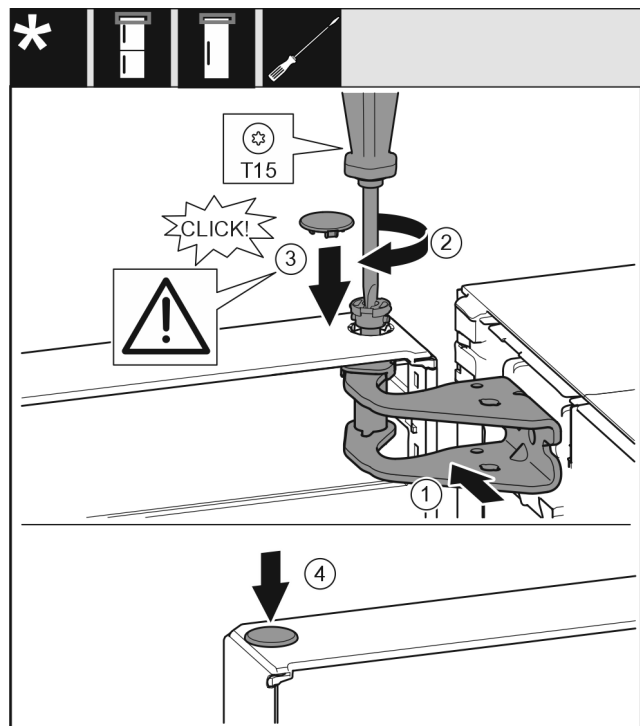

Fig. 16
- ▶ 将门的上方对准托架中的开口。 Fig. 16 (1)
- ▶ 放入螺栓并用 T15 螺丝刀拧紧。 Fig. 16 (2)
- ▶ 安装冰箱门安全装置的安全盖：放入安全盖并检查其是否紧贴门上。否则，需将螺栓完全插入。 Fig. 16 (3)
- ▶ 放上堵头。 Fig. 16 (4)